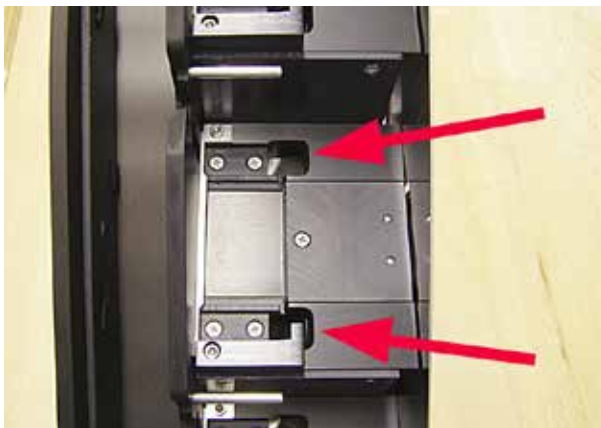

Fig. 45
- Laddningsstation (→ "Fig. 45")